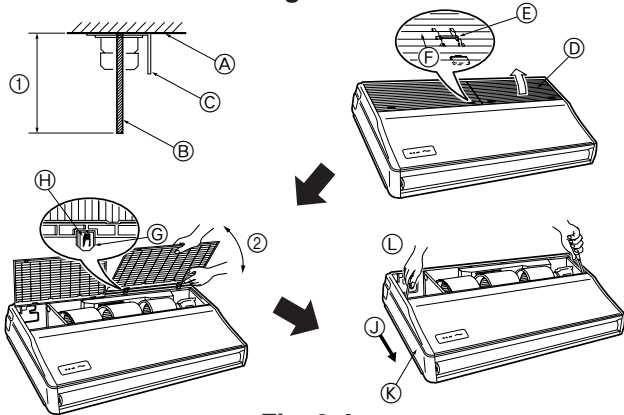

Fig. 3-4
- ① Use insertos de 100 kg a 150 kg cada uno.
② Use pernos de suspensión de tamaño W3/8 o M10 cada uno.
3.2.4. Preparación de la unidad interior (Fig. 3-4)